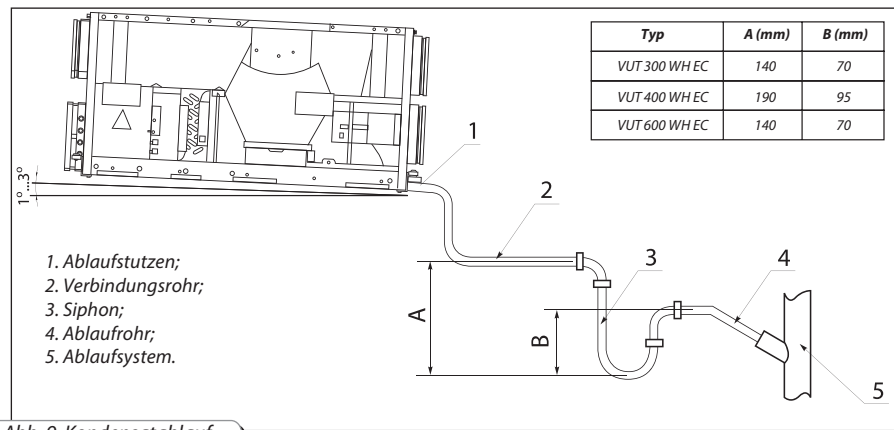

Abb. 9. Kondensatablauf
Das Ablaufrohr 1, den Siphon 3 (nicht im Lieferumfang) und das Abwassersystem (5) mit Plastik-, Metall- oder Gummirohren 2 und 4 verbinden (Abb. 9). Bei Verlegung der Rohrleitungen ein Mindestneigungswinkel 3° nach unten beachten. 1 m Rohr soll nach unten 55 mm Neigung haben. Vor Anschalten der Anlage den Siphon mit Wasser füllen. Falsche Anordnung des Kondensatablaufs kann zu Kondensatsammlung und -Austritt führen.